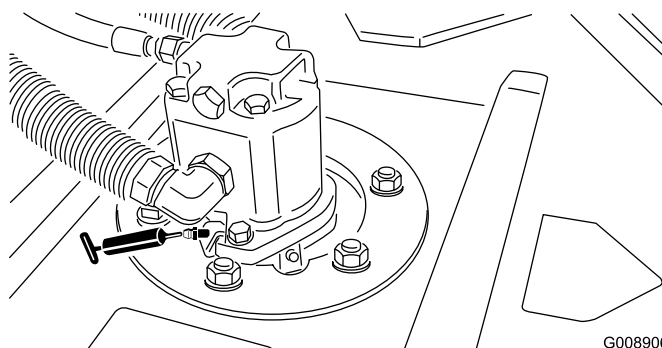

Рисунок 43
- Подшипники шпинделя режущего блока (по одному на режущий блок) (Рисунок 43)